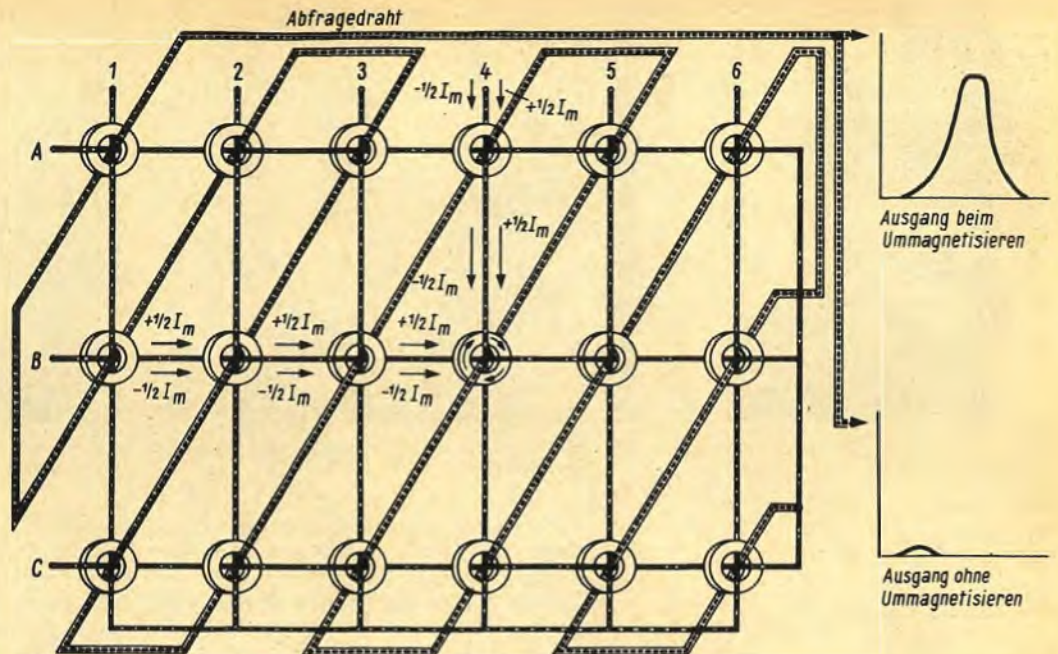

Bild 5. Einspeisung einer Information im Koordinatenpunkt B 4, Herauslesen der Information durch Abfragedraht
Beim Dateneingeben wurde im Koordinatenpunkt B 4 im Bild 5 gespeichert, hier soll nun die binäre Ziffer abgefragt werden: Der Lesevorgang ist zunächst gleich dem Einspeisen der Ziffern, nur der Abfragestrom ist immer negativer Polarität!
Über die Drähte B und 4 schicken wir je  $-\frac{1}{2} I$  (Abfragestrom). Im Kreuzungspunkt B 4 ergibt sich minus  $I_{\text{gesamt}}$ . Gehen wir im ersten Fall davon aus, daß Kern B 4 eine binäre L (1) trägt. Das Feld des Kerns ist rechtsgerichtet. Es wurde von einem positiven Speicherstrom erzeugt.  $-I_{\text{gesamt}}$  (Abfragestrom) muß daher eine Magnetfeldänderung im Kern erzeugen. Der Abfragedraht wird von dem sich ändernden Kernfeld durchflutet; dieser Vorgang induziert im Abfragedraht eine Spannung von erheblicher Höhe. In Bild 5 ist dies dargestellt.